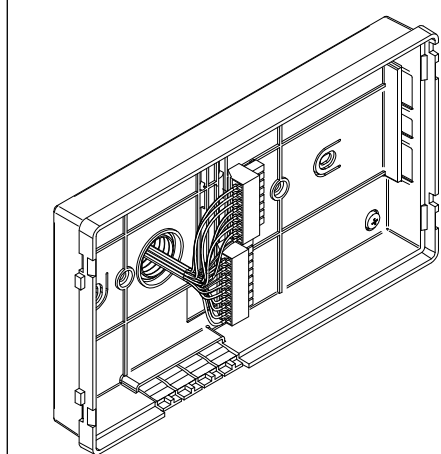
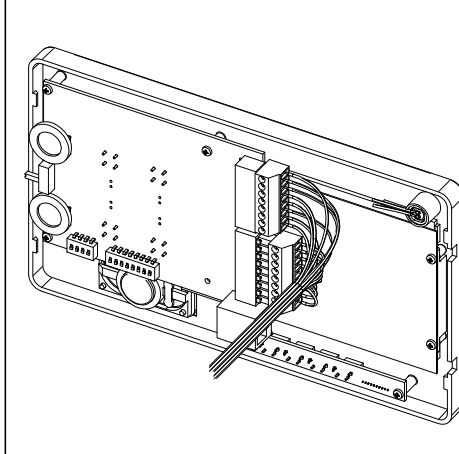
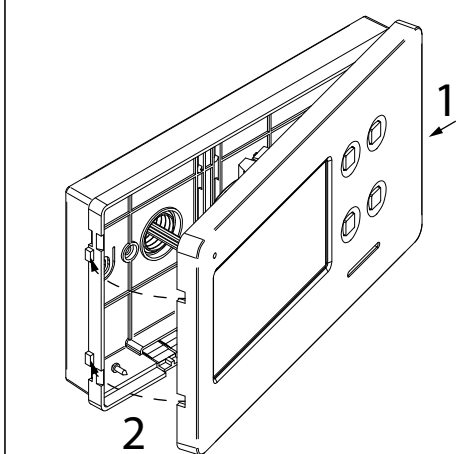

Fig. 4
Fig. 5
Fig. 6
3. Appliquer le joint adhésif **Y** sur chaque module, comme illustré sur la Fig. 4 ;
4. Avant d'installer le support des modules, accrocher à ce dernier les modules **G** comme illustré sur la Fig. 5 et insérer pour chaque module, comme illustré sur la Fig. 6, les butées anti-effraction **W** (effectuer la même opération pour le deuxième support modules) ;
4. Comme illustré sur la Fig. 4, effectuer le raccordement des conducteurs aux borniers mobiles selon le schéma fourni. Connecter les borniers à l'électronique ancrée au couvercle de l'interphone vidéo comme illustré sur la Fig. 5 et procéder au test de l'installation avant de fermer l'interphone vidéo : les trimmers de réglage du contraste et de saturation de l'image sont accessibles uniquement avec l'interphone vidéo ouvert. Pour activer l'écran et voir les changements, utiliser la fonction « Allumage automatique » en appuyant sur le bouton .
5. Lorsque l'installation est testée et que les réglages nécessaires sont effectués, procéder à la fermeture de l'interphone vidéo comme illustré sur la Fig. 6: l'accrocher d'abord sur la partie droite ensuite sur la partie gauche jusqu'au déclic de l'encastrement.